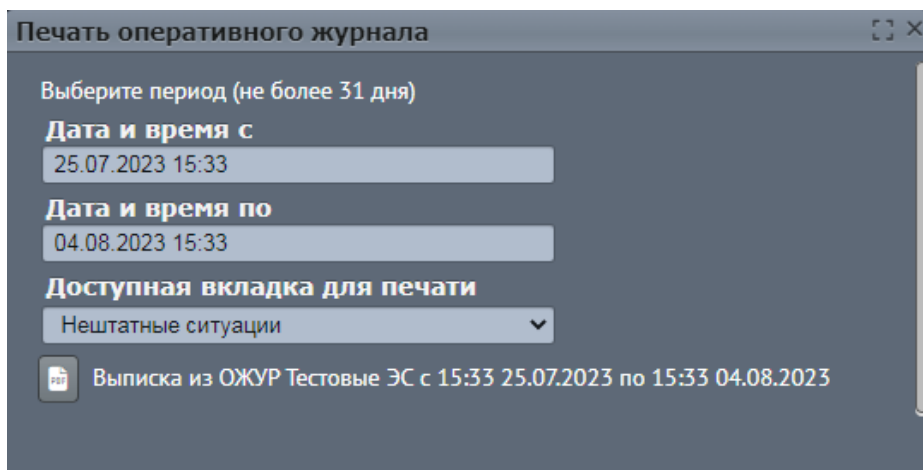

Рисунок 13 – Печать оперативного журнала
-  - Печать оперативного журнала, удобное выполнение контрольных и аналитических задач руководства (Рисунок 13):